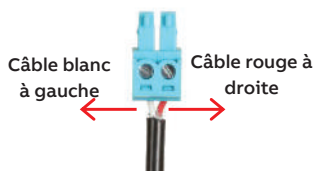

Figure 3
- Coupez tout excédent de fil au besoin, en maintenant la bonne polarité des connecteurs. **Remarque:** le câble blanc doit être inséré sur le côté gauche et le câble rouge sur le côté droit du connecteur, comme le montre la figure 3.
- Vérifiez que les dispositifs de surveillance du courant sont bien fermés et que les connexions de fils ont la bonne polarité illustrée à la figure 3.
- Assurez-vous que les connexions de dispositif de surveillance du courant vers la carte électronique sont établies avec la bonne polarité. Lorsque branché dans la carte de commande, le câble blanc doit être inséré sur le côté gauche et le câble rouge sur le côté droit du connecteur. Référez-vous à la figure 3.